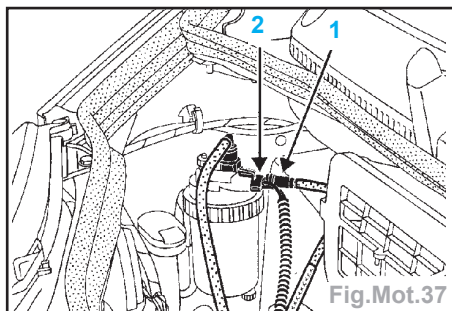

Fig.Mot.37
- le tuyau de carburant (1) (mettre en place des bouchons de propreté) ainsi que le connecteur (2) (Fig.Mot.37),